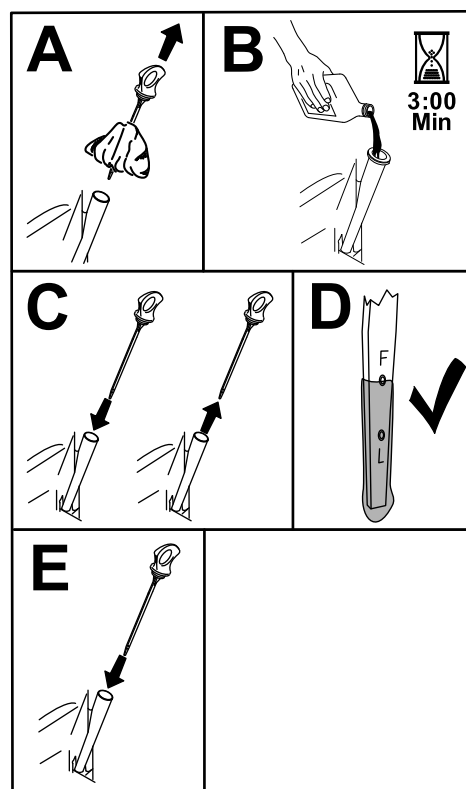

Figura 49
- Deite cerca de 80% do óleo especificado no tubo de enchimento e adicione lentamente o óleo adicional até chegar à marca Cheio (Figura 49).